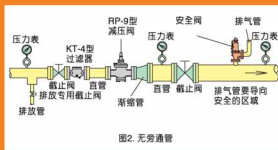

图2. 无旁通管
3. 对于无法停止运转的装置，需从减压阀的一次侧到二次侧安装旁通管（设置截止阀）。另外，若没有设置旁通管，需在减压阀的一次侧截止阀前方设置一个从主管道分离出来的排放专用截止阀，以方便进行冲洗。（请参照图2）